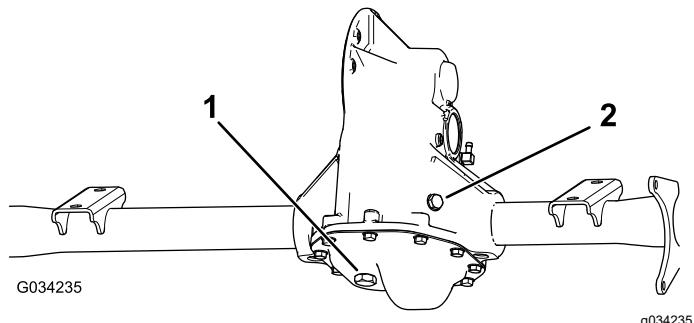

Рисунок 48
2. Снимите пробку заливного отверстия в ведущем мосту (Рисунок 48).
3. Если уровень жидкости низкий, снимите пробку заливного отверстия и доливайте жидкость указанного типа до тех пор, пока она не начнет вытекать из отверстия (Рисунок 48).
1. Подставьте под пробку сливного отверстия сливной поддон (Рисунок 48).
2. Снимите пробку заливного отверстия и уплотнение (Рисунок 48).
3. Снимите пробку сливного отверстия и уплотнение и дайте рабочей жидкости полностью стечь (Рисунок 48).